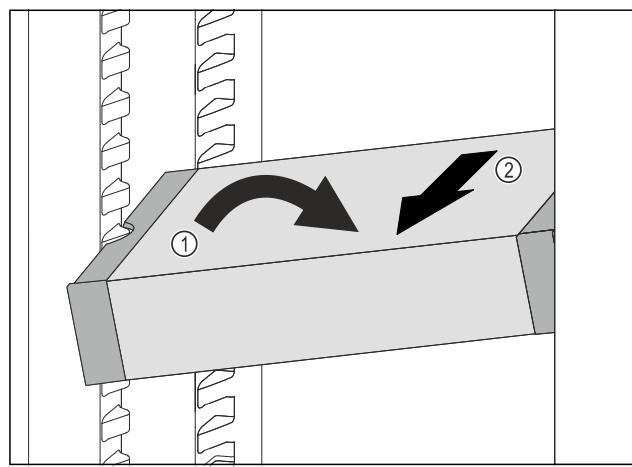

Fig. 133
- Встановити VarioSafe під кутом в охолоджувальному відділенні. Fig. 133 (1)
- Витягнути VarioSafe вперед. Fig. 133 (2)